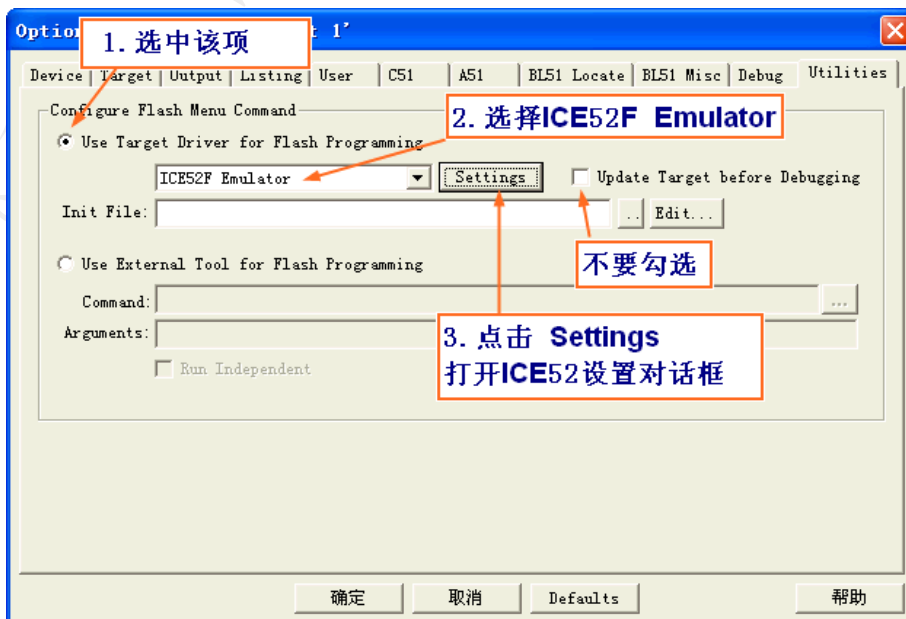

图 4.3 Keil 编程设置
2) 点击工具栏按钮 ，然后点击 Unitilies 选项页，按图 4.3 中的设置步骤进行设置。